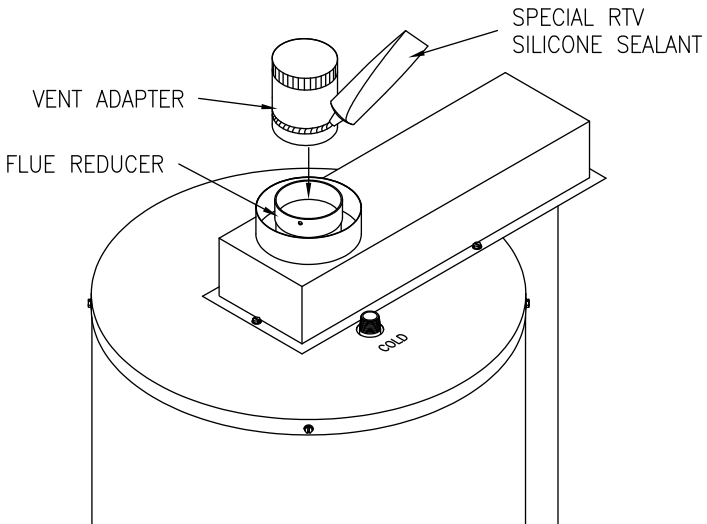

**Figure 3**
4. Cut a 6 3/4 inch (17 cm) diameter minimum clearance hole in the wall at the point where the vent-air intake tubes will pass through the outside wall and connect with the direct vent-air intake terminal (See Figure 3).
5. From outside the building, slide the preassembled coaxial flexible vent through the 6 3/4 inch hole in the wall until the outer wall mounting plate and vent terminal are flush against the wall. Mark the mounting screw hole locations. With a 3/16 inch (.5 cm) diameter drill bit (not supplied), drill holes for the wall anchors (supplied). Install the wall anchors and affix the outer wall mount plate and direct vent-air intake terminal to the wall at this time (See Figure 3). Note: Certain construction of walls may require the use of a different type of wall anchoring means than supplied. **DO NOT** modify the direct vent-air intake terminal or outer wall mount plate.
5. D'hors du bâtiment, glissez le pressassembled le conduit flexible coaxial par le 6 3/4 trou de pouce dans le mur jusqu'à ce que la plaque et le terminal de conduit fixés au mur extérieurs sont l'éclat contre le mur. Marquer les emplacements montant de trou de vis. Avec un 3/16 pouce (.5 cm) l'exercice de diamètre a mordu (n'a pas fourni), les trous d'exercice pour les ancras de mur (a fourni). Installer les ancras de mur et apposer la plaque fixée au mur extérieure et dirige du terminal de prise de conduit-air au mur en ce moment (Voit la Figure 3). Note : La certaine construction de murs peut exiger l'usage d'un type différent de mur ancrer les moyens que fourni. LE PAS modifie le terminal de prise de conduit-air direct ou la plaque fixée au mur extérieure.